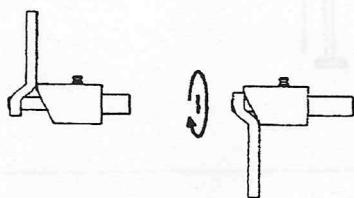
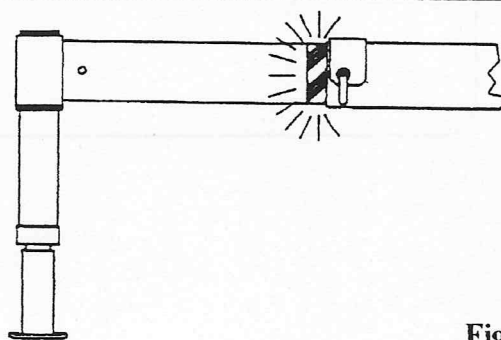
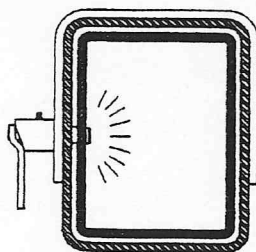

Fig.3
Fig.4
Fig.5
- C) Rimettere in posizione di blocco il congegno arresto trave (Fig.3) ed estrarre completamente l'asta. In questa posizione devono essere visibili i segnali di fine corsa (Fig.4) ed il perno del congegno arresto trave deve essere perfettamente inserito nell'asta. (Fig.5).
- C) Put the beam stop device back in the locked position (Fig.3) and fully remove the rod. In this position the limit stop signals must be visible (Fig.4) and the beam stop device pin must be perfectly inserted in the rod (Fig.5).